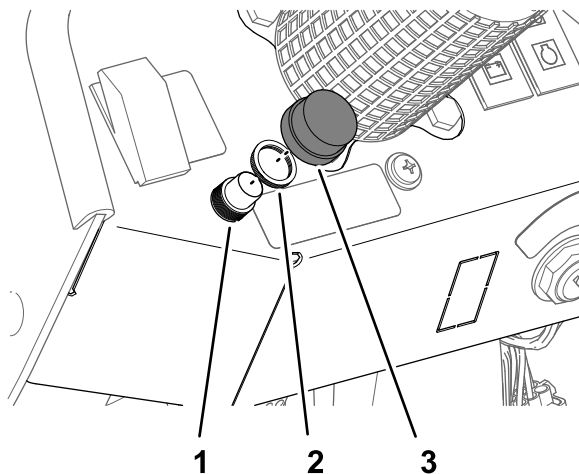

Figura 27
6. Montate l'interruttore dell'avvisatore acustico nella plancia con il dado zigrinato (5/8") e serrate il dado manualmente (Figura 27).
7. Avvitare il pulsante sui filetti dell'interruttore dell'avvisatore acustico (Figura 27).